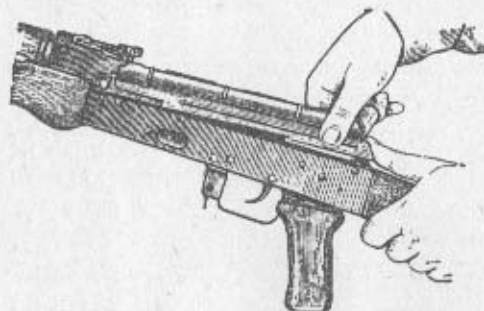

Bild 26 Abnehmen des Gehäuse-
6. Den Gehäusedeckel abnehmen (Bild 26). Dazu den Kolbenhals oder die Aufnahme der Schulterstütze mit der linken Hand umfassen, mit dem Daumen die Deckelsperre nach innen drücken und mit der rechten Hand den hinteren Teil des Gehäusedeckels anheben. Danach den Gehäusedeckel nach hinten abnehmen.